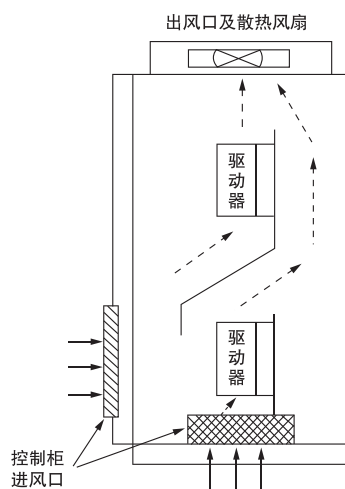

图 3-2 多台控制器的安装
- 控制柜内安装多台驱动器时，一般应采用并排安装方式，并配有进风口、出风口和专用散热风扇；如果采用上下安装方式时，驱动器之间还应加装导流隔板，以确保散热效果良好；如图 3-2,3-4 所示。